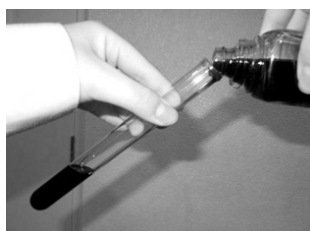

図8 試薬の注ぎ方
③ 事故例
(3) 薬品の取り方
① 薬品の取り方
- ア 試験管に注ぐときは試験管を図8のように持つ。